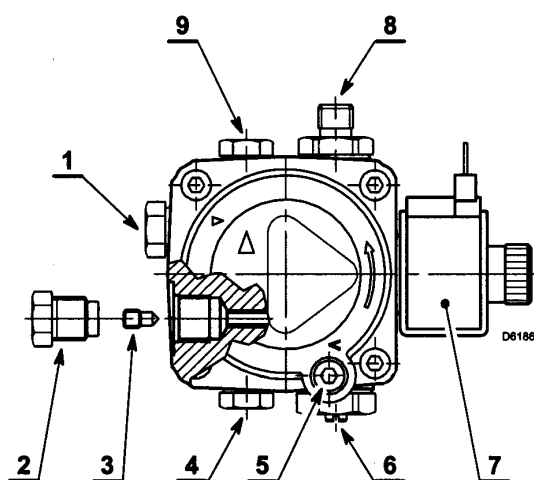

рис. 4
- Насос предназначен для двухтрубной схемы. Если вы хотите сделать однотрубную схему, необходимо вывинтить пробку для обратного трубопровода (2), **отвинтить винт байпаса (3)** и потом снова закрутить пробку (2) (Смотри рисунок 4).
В системе, изображенной на рисунке 5 достаточно ослабить штуцер вакуумметра (8, рис. 4) и подождать, пока не начнет выходить топливо.